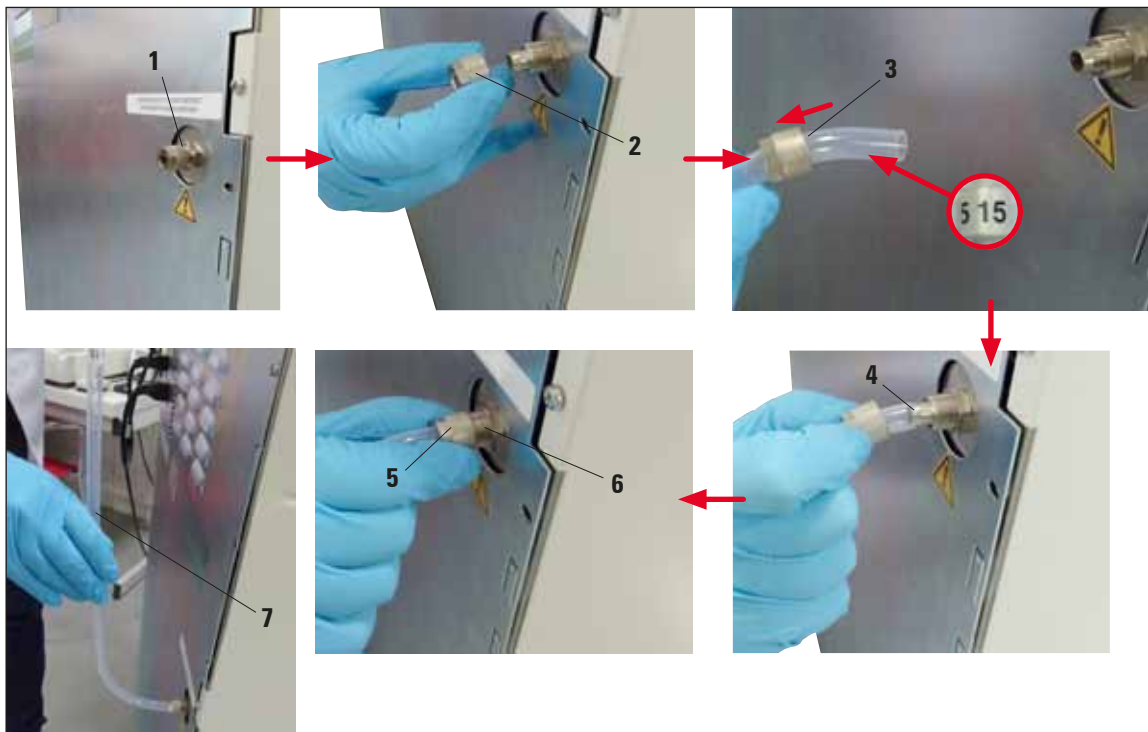

Fig. 90
Il collegamento dei fumi di scarico (Fig. 90, 1) si trova sul retro dello strumento.
1. Svitare il dado (Fig. 90, 2) dal collegamento (Fig. 90, 1) e inserirlo sull'estremità angolata del tubo contrassegnato con "15" (Fig. 90, 3).
2. Spingere completamente l'estremità angolata del tubo contrassegnato con "15" sul nipplo del collegamento (Fig. 90, 4).
3. Avvitare saldamente il dado (Fig. 90, 5) sulla filettatura del collegamento per assicurare il tubo per fumi (Fig. 90, 6).
4. Ruotare il tubo per fumi in posizione verticale (Fig. 90, 7) e collegare il tubo contrassegnato con "20" al sistema di scarico esterno.